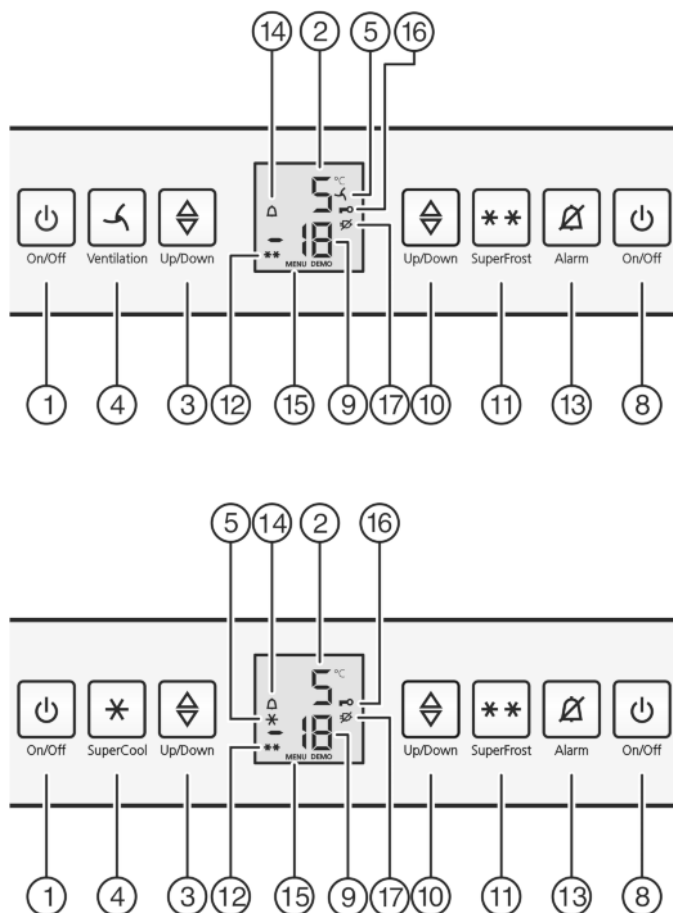

Fig. 2
- Нажмите кнопку On/Off морозильного отделения Fig. 2 (8).
- Нажмите кнопку On/Off холодильного отделения Fig. 2 (1).
- Активация режима настройки: Нажмите кнопку SuperFrost Fig. 2 (11) и удерживайте ее прим. 5 секунд.
- На индикаторе будет отображаться символ «Меню» Fig. 2 (15).
- Для подтверждения нажать и отпустить кнопку «SuperFrost» Fig. 2 (11).
- ▶ Для подтверждения нажать и отпустить кнопку «SuperFrost» Fig. 2 (11).
- ▷ На индикаторе горит символ «Защита от детей» Fig. 2 (16).
- ▶ Нажмите и сразу отпустите кнопку On/Off морозильного отделения Fig. 2 (8).
- ▶ Активация режима настройки: Нажмите кнопку SuperFrost Fig. 2 (11) и удерживайте ее прим. 5 секунд.
- ▷ На индикаторе будет отображаться символ «Меню» Fig. 2 (15).
- ▷ Символ «Защита от детей» Fig. 2 (16) гаснет.
Одновременно мигает индикация температуры и символ тревоги Fig. 2 (14).
Звуковой сигнал выключается автоматически, символ аварийного сигнала Fig. 2 (14) выключается и индикатор температуры перестает мигать, если температура снова становится достаточно низкой.
- ▶ Нажмите кнопку Alarm Fig. 2 (13).